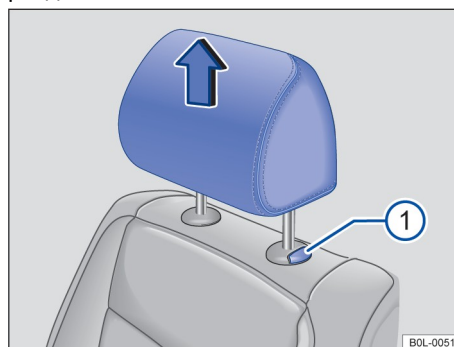

Рисунок 57. Подголовник переднего сиденья: снятие
- Нажмите и удерживайте кнопку → Рисунок 57 ⌚ полностью вытянув подголовник.
- Нажмите и удерживайте кнопку → Рисунок 57 ⌚ и опустите подголовник.